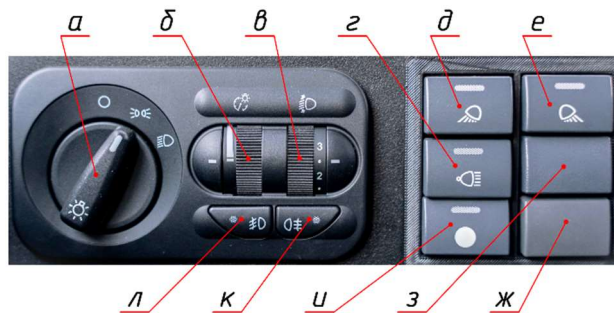

Рис. 9.9 Модуль управления световыми приборами и выключатели дополнительного освещения
31. Выключатели дополнительного освещения (см. рис. 9.9);
32. Модуль управления световыми приборами (см. рис. 9.9).
Положение **3** ближнего света. Среднее фиксированное положение рычага, если выключатель **а** наружного освещения находится в положении  (см. рис. 9.9).